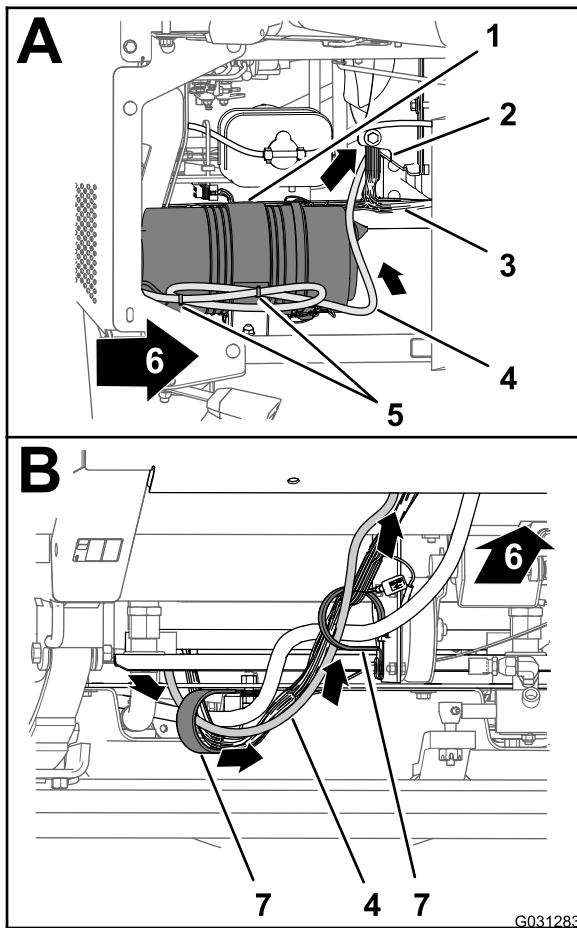

Рисунок 174
1. На правой стороне моторного отсека проложите ответвление длиной 220 см жгута проводов передачи данных вдоль передней части воздушного фильтра двигателя и вниз в направлении нижнего правого угла радиатора (Рисунок 174).
2. Проложите ответвление длиной 220 см жгута проводов передачи данных вперед и через 2 R-образных хомута в нижней части машины (Рисунок 174).